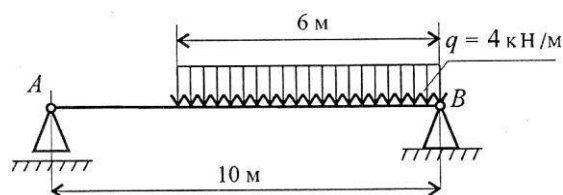

Рис.15
5. Замените распределенную нагрузку сосредоточенной и определите расстояние от точки приложения равнодействующей до опоры А (рис.15)